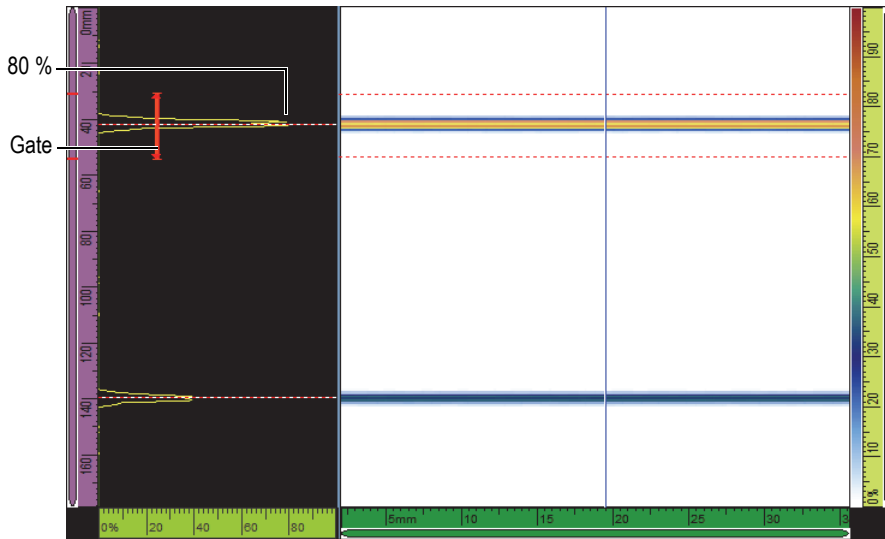

Figura 5-3 Esempio di segnali dei riflettori in una scansione settoriale
- b) Configurare il **Guadagno** in modo che l'ampiezza del primo segnale raggiunga approssimativamente l'80% dello schermo intero dell'A-scan (vedere Figura 5-3 a pagina 136).
- c) Configurare i parametri **Inizio** e **Scala** per visualizzare il segnale dei due riflettori nell'A-scan (vedere esempio nella Figura 5-3 a pagina 136).
- a) Nei parametri **Inizio** e **Larghezza** inserire l'inizio e la larghezza del gate A in modo che il primo segnale incroci il gate nel mezzo ed in maniera che quest'ultimo sia sufficientemente grande per contenere la larghezza intera del segnale (vedere Figura 5-3 a pagina 136).